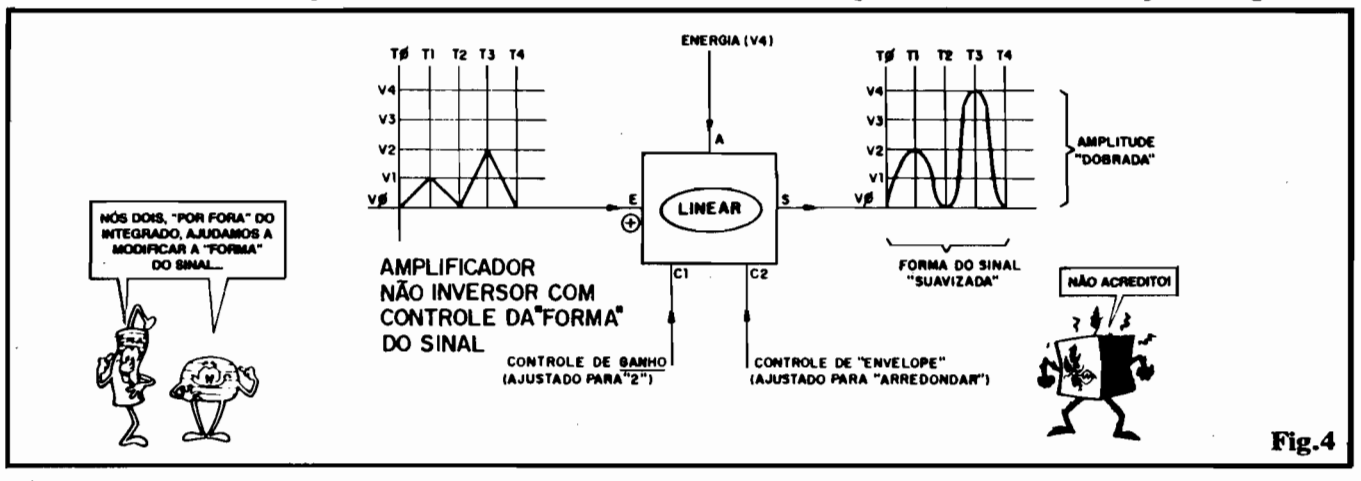

Fig.4
- FIG. 4 - BLOCOS AMPLIFICADORES LINEARES, QUE PERMITEM “MODIFICAÇÕES” (MAS MANTENDO A “PROPORCIONALIDADE”) NO FORMATO DO SINAL... - Conforme já dissemos em “Aulas” imediatamente anteriores, embora o Circuitos Integrados possam ser interpretados como blocos circuitais mais ou menos completos (para as funções ou conjuntos de funções mais ou menos específicas...), são raros os blocos que podem “ignorar” o auxílio externo de componentes discretos, capazes de - através de acessos ou terminais especiais no Integrado - dimensionar, parametrizar e “modificar” a linearidade básica do módulo! Usando, por exemplo, simples CAPACITORES e RESISTORES externos, estrategicamente acessados por determinados pinos ou “pernas” de um Integrado Amplificador Linear convencional, podemos - sim - efetuar até modificações sutis na “forma” do sinal que transita pelo bloco...! Os naturais “controles de tempo” devido às constantes inerentes aos conjuntos R-C (Resistor/Capacitor), permitem - por exemplo - “suavizar” uma forma de sinal mais “abrupta”, ou “aguçá-la” uma forma de sinal mais “suave”, dentro de certos limites, sem que com isso se perca de vista a velha “proporcionalidade” dentro da qual funciona um bloco LINEAR! No bloco/exemplo da figura, temos um AMPLIFICADOR NÃO-INVERSOR COM CONTROLE DA “FORMA” DO SINAL (além da possibilidade externa de programação do ga-